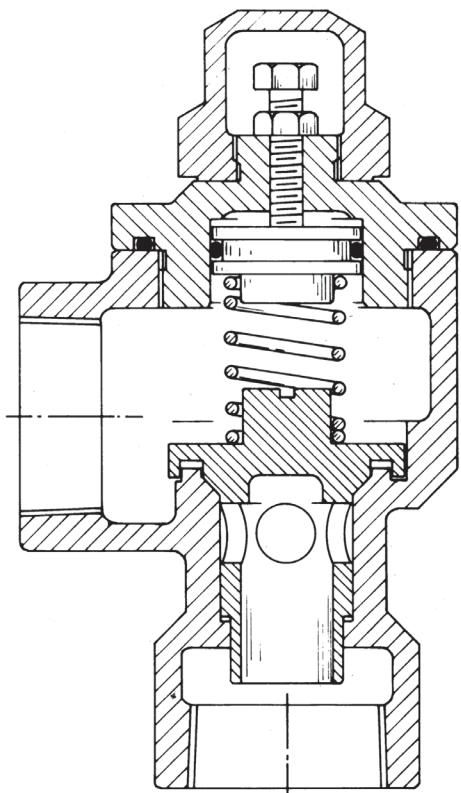

Figura 19
- 1. La opción **de sistema de purga constante (CBS) (Figura 19)** permite una "purga" controlada del vapor, mejorando las capacidades de autocebado y eliminación de vapor de la bomba. **NOTA:** Todas las válvulas de derivación Blackmer utilizan un orificio similar tanto para igualar la presión como para "purgar" los vapores.